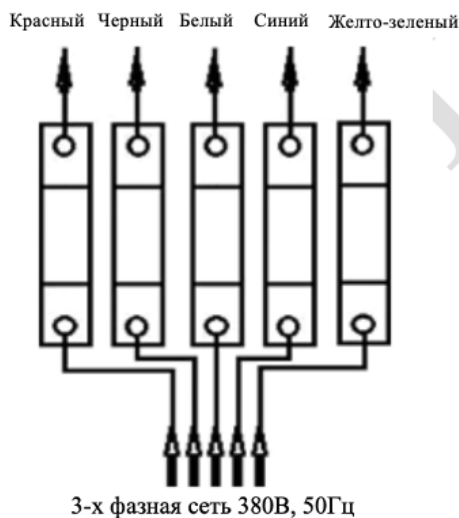

Рисунок 5
2.4.11.1 Питание станции зарядной для электрического транспорта осуществляется от трехфазной сети переменного тока. Разводка проводов питающей сети производится на клеммники. Места для подключения фазных проводов промаркированы метками «черный», «белый», «красный», «синий», «желто-зеленый» (см. рисунок 5).